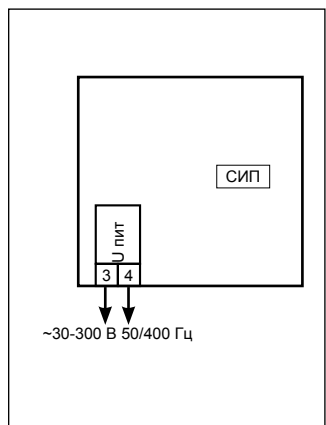

Рисунок 2. Счётчик импульсов СИП.
6.2 Подключите кабель питания на винтовые контактные колодки (Рисунок 2).